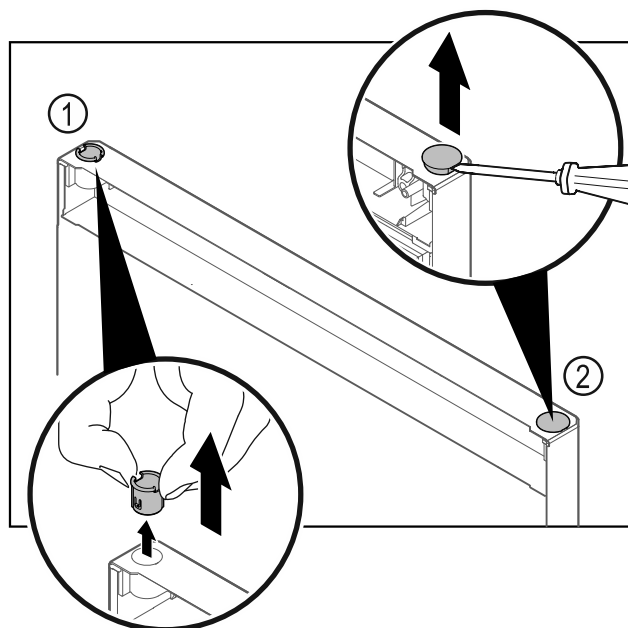

Fig. 20
- Pouzdro závěsu Fig. 20 (1) vytáhněte prsty.
- Krycí zátka Fig. 20 (2) opatrně nadzvedněte plochým šroubovákem a vytáhněte.